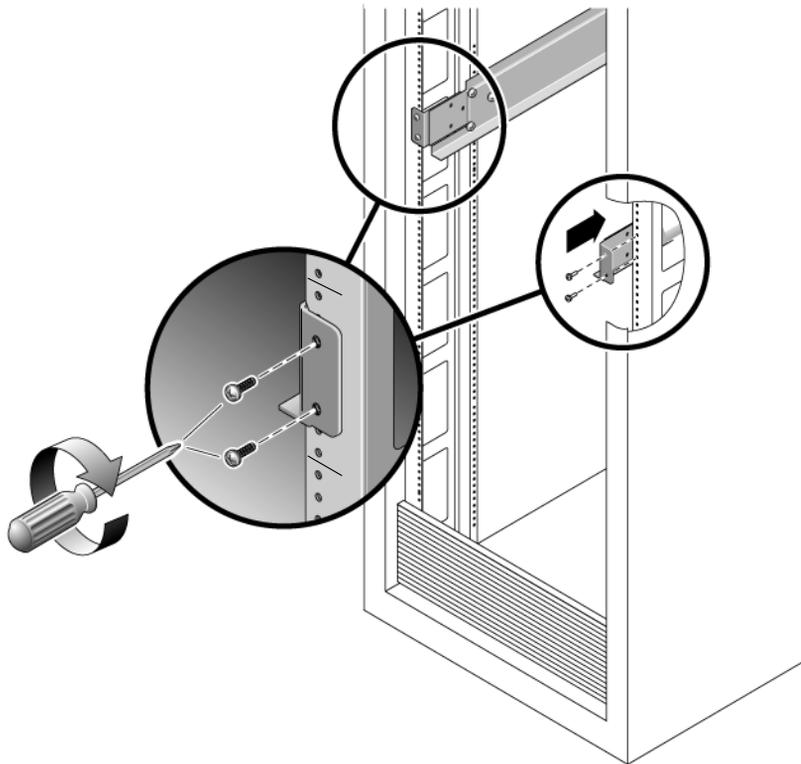

FIGURE 2-5 Installation des supports de montage dans une armoire
5. Fixez les rails de montage à l'armoire (FIGURE 2-5) :